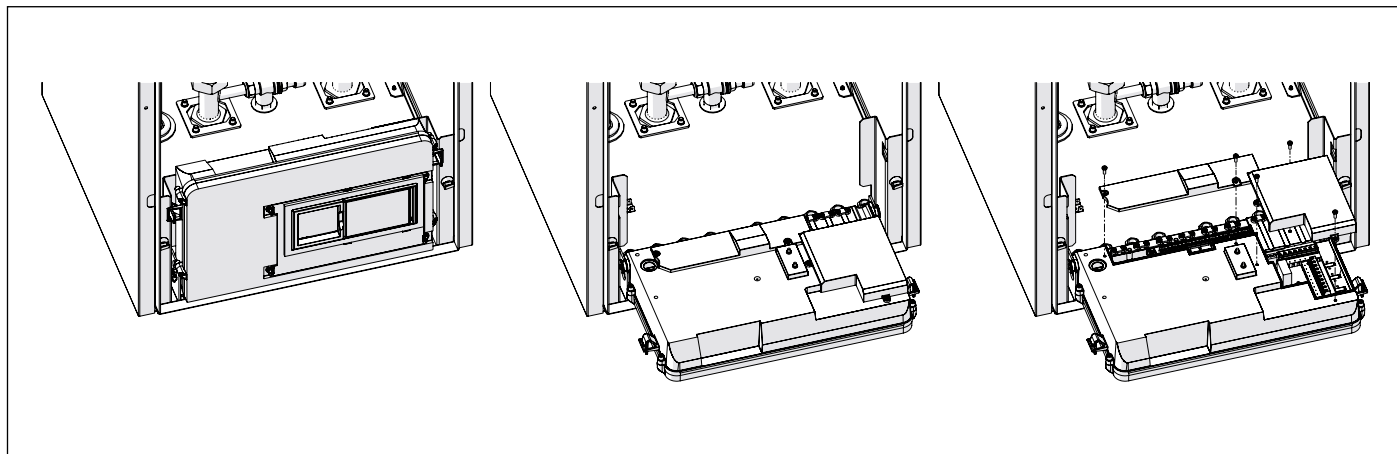

Fig. 29 Caixa eléctrica
- Rode a caixa eléctrica avante de 90° (veja Fig. 29 Caixa eléctrica).
- Retire as duas tampas de cobertura das ligações eléctricas externas (A e B), desatarraxando os parafusos que as fixam à caixa eléctrica (veja Fig. 29 Caixa eléctrica).